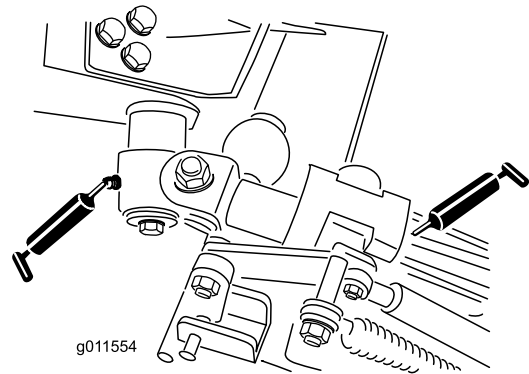

Figure 87
- 2 bagues de pivot d'axe coudé (Figure 87)
- 4 bagues de bras arrière (Figure 87)